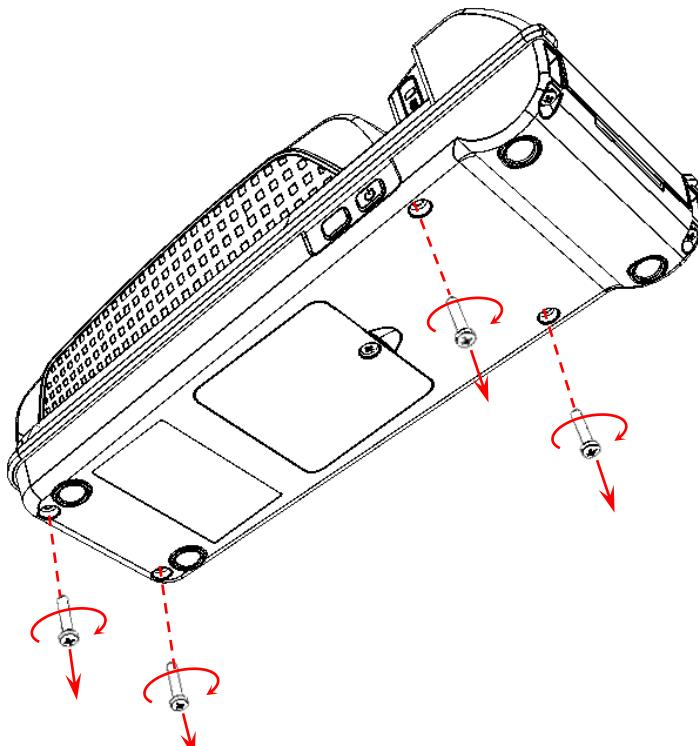

Рисунок 10. Отделение переходной панели (выкрутить винты)
3. Продеть FPC-шлейф в проем переходной панели AL.P120.01.002 (смотрите рисунок 10).
5. Закрепить переходную панель на ПинПаде, вкрутив винты крепления (смотрите рисунок 10).
7. Совместить переходную панель (с установленным ПинПадом) с корпусом изделия, при этом необходимо учитывать конструктивные особенности корпуса изделия и переходной панели – стойки и выступ панели должны быть установлены в проемы корпуса изделия (подробнее смотрите рисунок 10).
8. Вкрутить винты крепления переходной панели к корпусу изделия (смотрите рисунок 10).